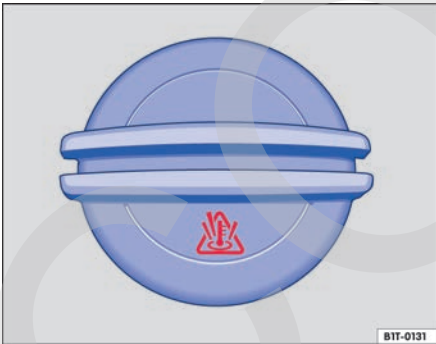

Fig. 140 En el vano motor: tapa del depósito de expansión del líquido refrigerante del motor.
- El depósito de expansión del líquido refrigerante del motor se reconoce por el símbolo 📖 que hay sobre la tapa → fig. 140.